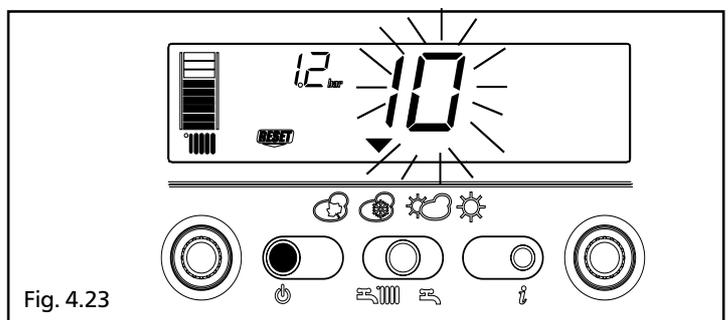

Fig. 4.23
2) Visualizzazione della sola icona  (fig. 4.23)